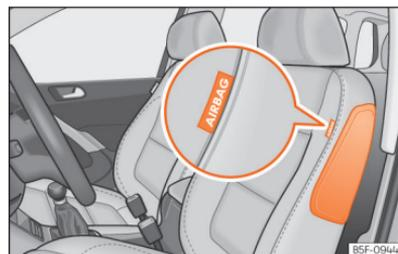
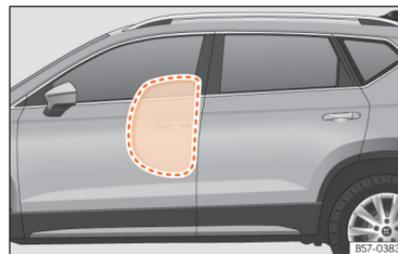

Fig. 31 Airbag lateral no banco do condutor.
Fig. 32 Airbag lateral ativado totalmente no lado esquerdo do veículo.
Os airbags laterais estão localizados nos encostos dos bancos dianteiros »» Fig. 31 , »» Fig. 32.
- Assegure-se de que as crianças viajam sentadas corretamente nas suas cadeiras e não colocam a cabeça na zona de insuflação dos airbags laterais »» Fig. 32, uma vez que, se os airbags disparassem, poderiam bater-lhes e causar-lhes lesões graves.